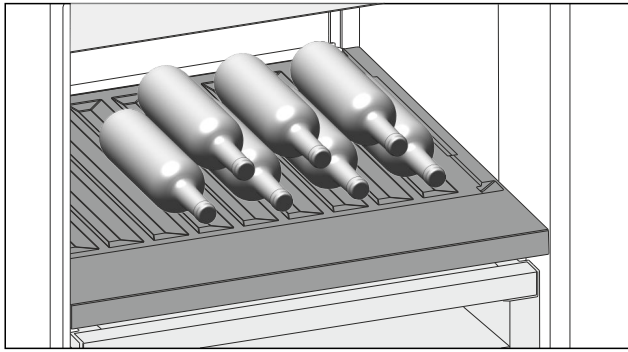

Fig. 140
- ▶ Flaschen mit dem Boden nach hinten zur Rückwand einlegen. (siehe Fig. 140)